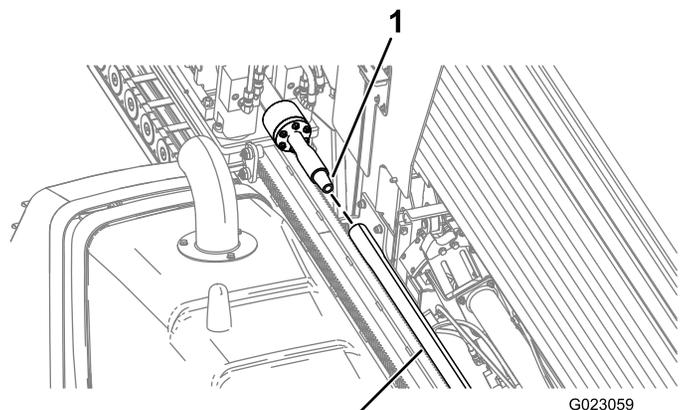

Bild 87
6. Drehen sie die Bohrspindel im Uhrzeigersinn und fahren Sie den Bohrwagen langsam vorwärts, um die Spindel in das Rohrende mit Innengewinde einzuführen (Bild 87).
9. Drehen Sie die Bohrspindel im Uhrzeigersinn und fahren Sie den Bohrwagen langsam vorwärts, um die Spindel in das Rohrende mit Innengewinde einzuführen (Bild 87).